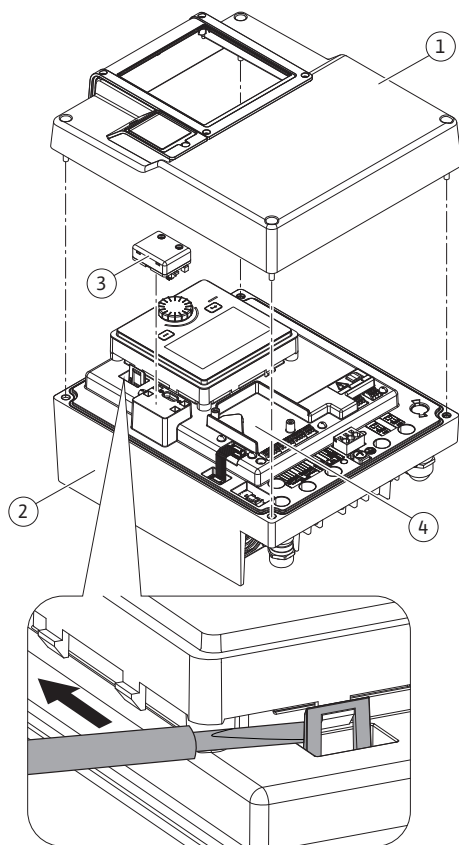
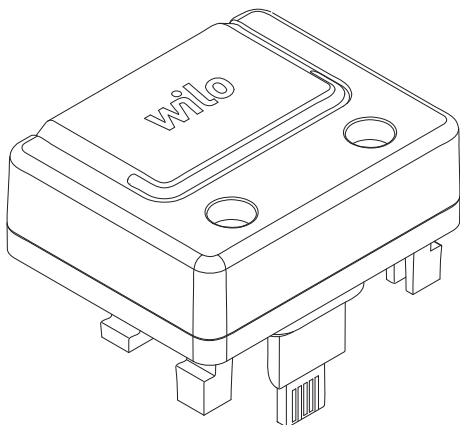

Fig. 30: Elektroonikamoodul
Fig. 31: Wilo-Smart Connecti moodul BT
1. Avage konksud (Fig. 30) ettevaatlikult tööriista (nt kruvikeeraja) abil.
Bluetooth-liides Wilo-Smart Connecti moodul BT (Fig. 30, pos. 3 ja Fig. 31) võimaldab ühendada mobiilseid lõppseadmeid, nagu nutitelefoni ja tahvelarvuti. Wilo-Assistanti äpis asub Wilo-Smart Connecti funktsioon. Wilo-Smart Connecti funktsiooniga saab pumpa juhtida, seadistada ja andmeid lugeda. Seadistusi vaadake peatükist „Kasutuselevõtmine“ [► 52].
1. Keerake elektroonikamooduli ülaosa neli polti (Fig. 30, pos. 1; Fig. I, pos. 2) lahti.
3. Ühendage Wilo-Smart Connecti moodul BT ettenähtud Wilo-Connectivity Interface'i liidesesse. Vt Fig. 30, pos. 3.
CIF-moodulid (lisavarustus) on mõeldud pumpade ja hoonehaldüssüsteemi vaheliseks kommunikatsiooniks. CIF-moodulid ühendatakse elektroonikamoodulisse (Fig. 30, pos. 4).